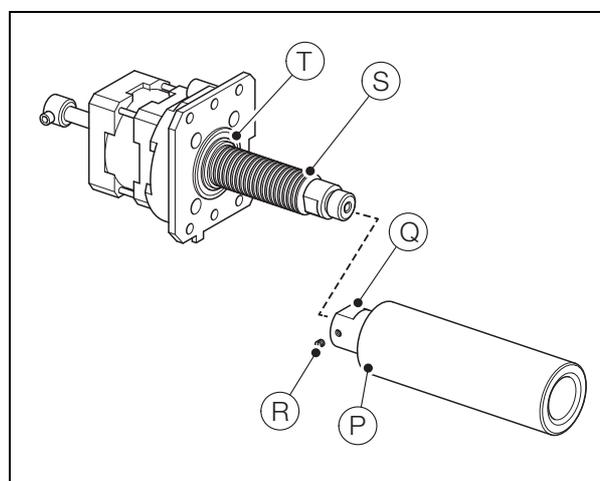

Fig. 13.15 Desmontaje y montaje del pistón
8. Con referencia a Fig. 13.15:
- Deslice el tubo de muestra (P) fuera del conjunto de pistón (Q). Deseche el tubo de muestra.
- Afloje el tornillo prisionero (R), desenrosque el conjunto de pistón (Q) del eje (S) y deseche el conjunto de pistón.
- Retire la junta tórica (T) de la base de la placa de montaje del motor y deséchela.
- Coloque una nueva junta tórica (T) asegurándose de que esté ubicada correctamente en la ranura de la base de la placa de montaje del motor.
- Atornille el nuevo pistón (Q) y el conjunto del tubo de muestra (P) en el eje del pistón (S) y apriete el tornillo prisionero (R).
- Deslice el tubo de muestra (P) hasta que entre en contacto con la junta tórica (T).